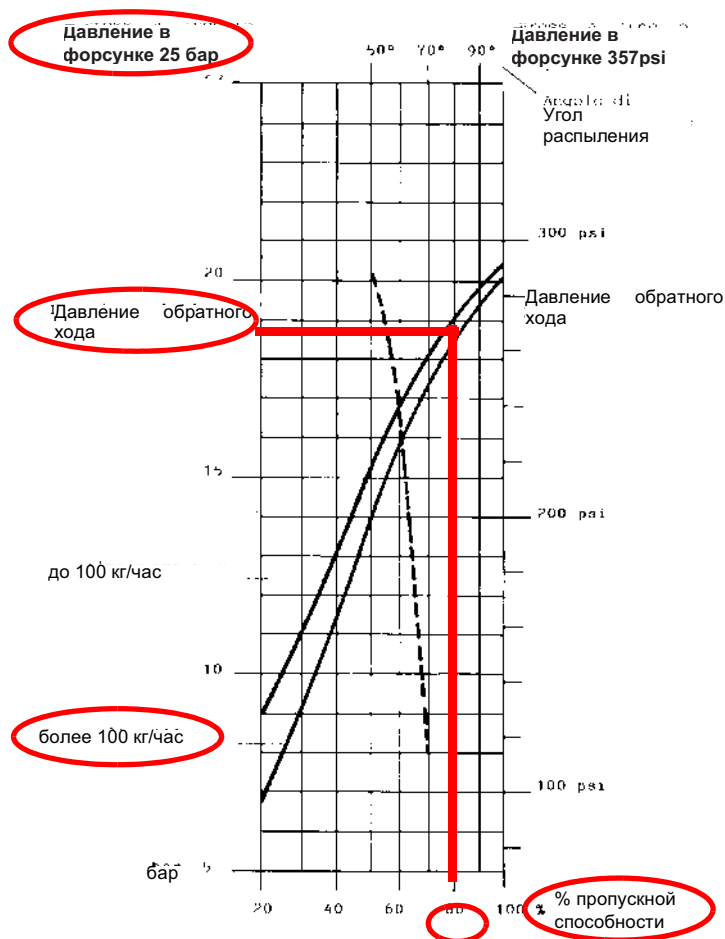
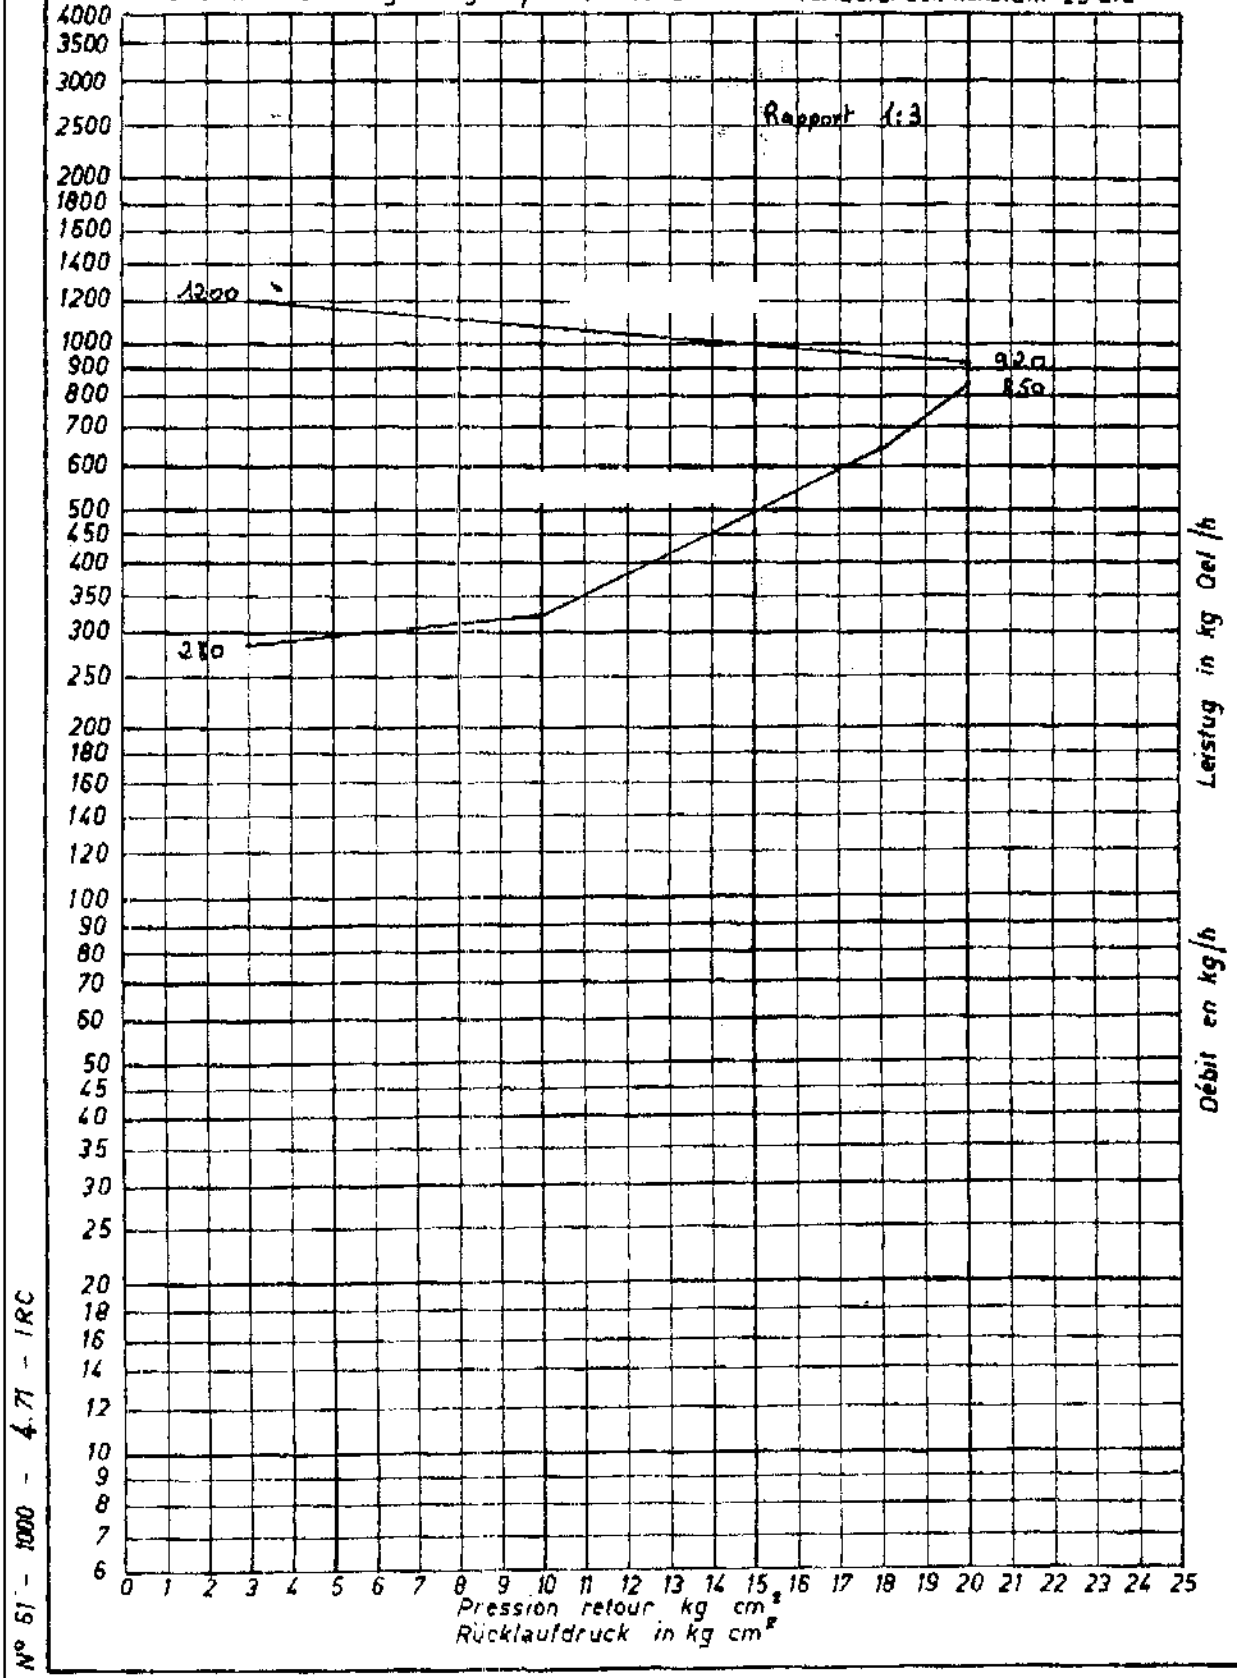
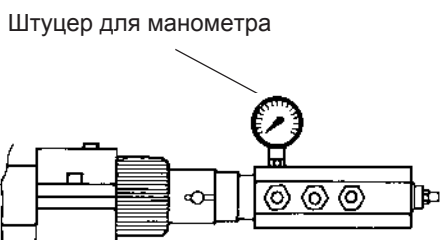

Рис. 19
Рис. 20 - ФОРСУНКА BERGONZO - Пример с форсункой с расходом 850 кг/час
Рис. 22
Расход жидкого топлива регулируется за счет выбора форсунки (противопоточного типа), соответствующего мощности котла и типу применения размера, а также регулировки давления на прямом и обратном ходе жидкого топлива, согласно данным, указанных в таблице и на графике на Рис. 19 (для считывания давления - читайте последующие параграфы).
**Пример** : 80% номинального расхода на форсунке можно получить, если установлены форсунки с расходом более 100 кг/час, при давлении на обратном ходе примерно равном 18 бар (см. график на Рис. 19).
- 9 Давление питания форсунки уже отрегулировано заранее на заводе-изготовителе и не должно изменяться. Только в случае необходимости, отрегулировать давление питания (см. соответствующий параграф) следующим образом: установить манометр в положение, указанное на Рис. 22, воздействовать на регулировочный винт **VR** насоса (см. Рис. 21) до получения на форсунке давления в 25 бар (форсунки Fluidics или форсунки Vergonzo- см. графики на Рис. 19 -Рис. 20);